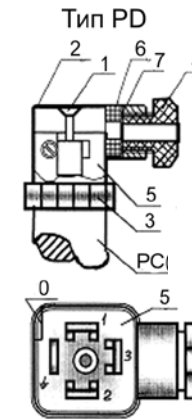

Рисунок 2 – Вид электрического присоединения
8.9 Для электрического присоединения с разъёмом типа PD (штепсельный разъём) (см. рисунок 2) необходимо открутить винт 1, соединяющий угловую коробку с корпусом преобразователя;